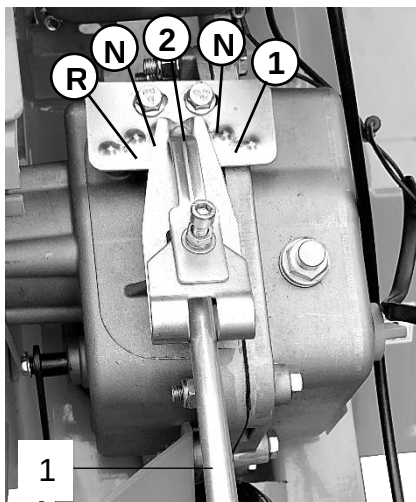

Рис.12
1. Убедитесь, что рычаг переключения передач 1 находится в нейтральном положении («N»). (см. рис. 12)